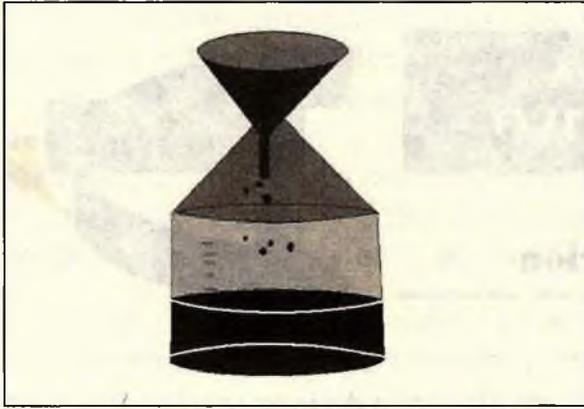

FIGURA 3. Medida del volumen de lluvias con el uso del pluviómetro.
- factor climático: Lluviosidad, altitud y variaciones de temperatura. Para estudiar estos temas es necesario revisar los sistemas de medida, producto cartesiano, funciones y fracciones (figura 3).